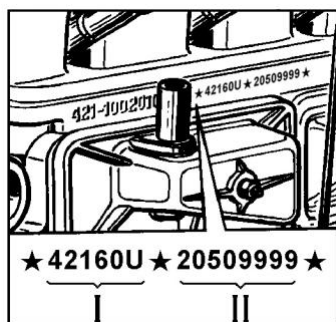

Рис. 1. Расположение идентификационного номера двигателя 4216
1.1 Идентификационный номер двигателя выбит на специальной площадке с левой стороны блока цилиндров (см. рис. 1).